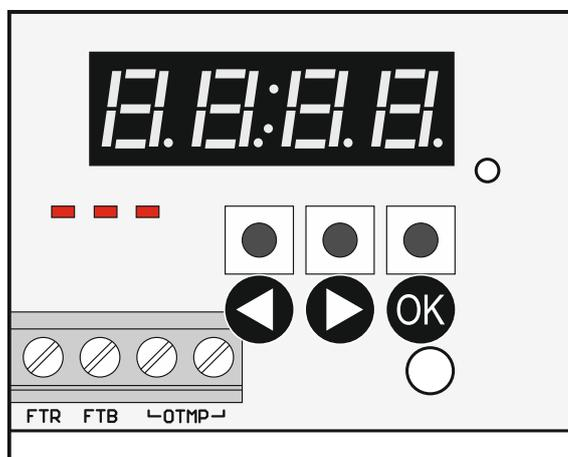

Abb. 3. Kennzeichnung der Tasten des Funkbasismoduls (diese Symbole werden in der Anleitung verwendet).
- ② LED zur Anzeige des Zustandes von FTR-Ausgang (leuchtet, wenn der Ausgang mit Masse verbunden ist).
- ③ LED zur Anzeige des Zustandes von FTB-Ausgang (leuchtet, wenn der Ausgang mit Masse verbunden ist).
- ④ LED zur Anzeige des Zustandes von OTMP Relaisausgang (leuchtet, wenn die Relaiskontakte kurzgeschlossen sind).
- ⑤ RS-232 Port (TTL Standard) zur Parametrierung des Funkbasismoduls und zur Aktualisierung der Firmware des Funkbasismoduls. Die Verbindung mit dem Computer kann mithilfe des Konverters USB-RS, der von SATEL angeboten wird, hergestellt werden.
- ⑥ Sabotagekontakt.
⑦ zweifarbige LED zur Signalisierung:
⑧ Display.
⑨ Tasten (siehe: Abbildung 3, S. 8).
1. Drücken Sie gleichzeitig die Tasten  und  (siehe: Abbildung 3) und halten Sie diese für ca. 4 Sekunden gedrückt, bis die blinkende Ziffer 1 an erster Stelle des Displays erscheinen wird.